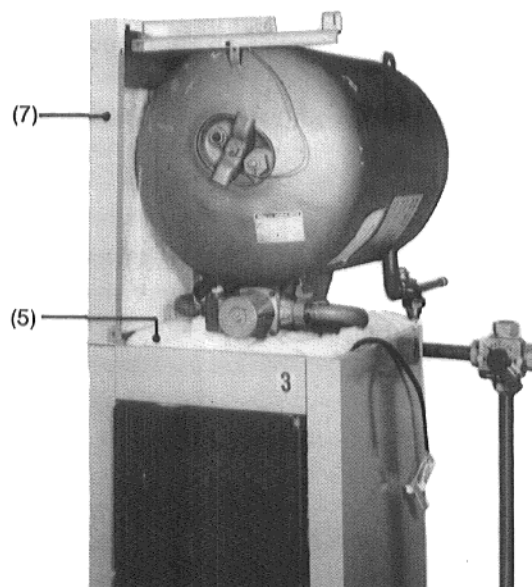

Fig. 16
De **isolatiedeken** (5) op de ketel leggen (zie Fig. 16).